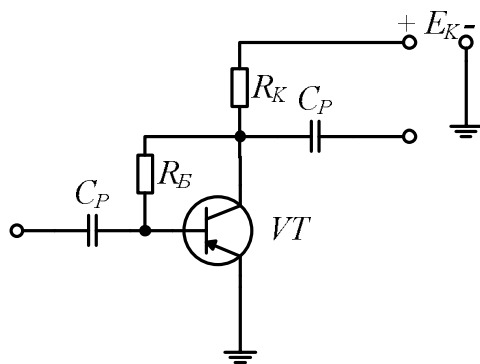

Рис. 12.6
**12.13.** У двокаскадному підсилювачі коефіцієнти частотних спотворень каскадів  $M_{н1} = 1,3$  дБ і  $M_{н2} = 2,5$  дБ. Визначити коефіцієнт частотних спотворень підсилювача (рис. 12.6).